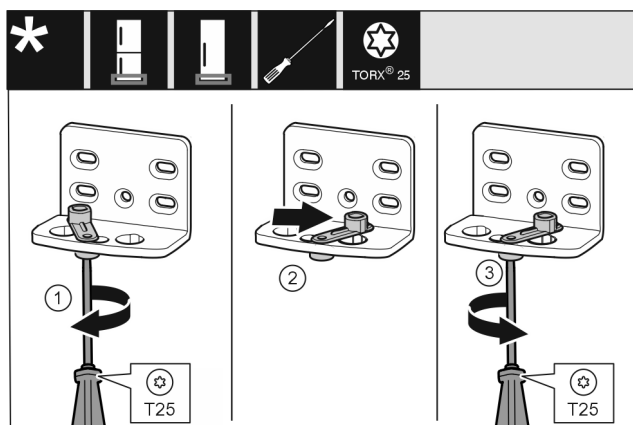

Fig. 16
- ▶ Allentare leggermente la vite Fig. 16 (1) con un cacciavite.
- ▶ Sollevare l'ausilio di chiusura della porta Fig. 16 (2) e ruotarlo nel foro di 90° a destra.
- ▶ Stringere la vite Fig. 16 (3) con un cacciavite.